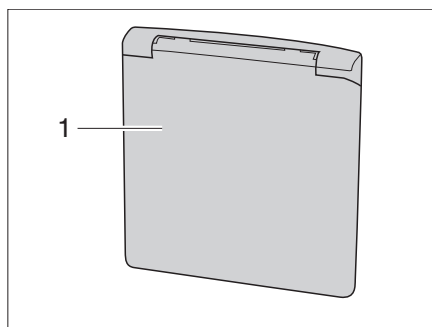

Figura 2 Trampilla para conexión 230 V
- Abrir:** ■ Trampilla exterior (Figura 2,1) engazar abajo y girar hacia arriba.